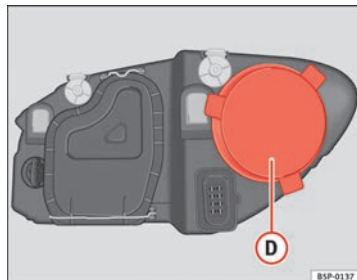

Fig. 168 Luz de población
- Retire la tapa ⇒ fig. 168 **D** tirando de la misma.